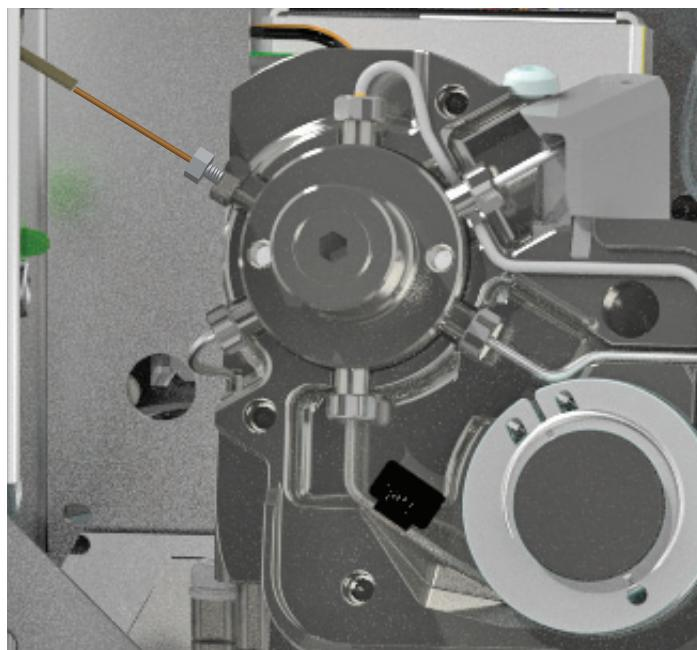

Figura 28. La línea de transferencia está instalada en la válvula de 6 puertos
- 14 Guíe con suavidad la sílice fundida hasta la conexión del reductor (con la tuerca de 1/4 pulgadas ya en la válvula de 6 puertos) todo el recorrido hasta que se detenga. Deslice la férula de poliamida y la tuerca de 3/16 pulgadas en la tuerca de 1/4 pulgadas. Apriete manualmente la tuerca de 3/16 pulgadas y, a continuación, dé un cuarto de vuelta adicional. Consulte la sección **Figura 28**.